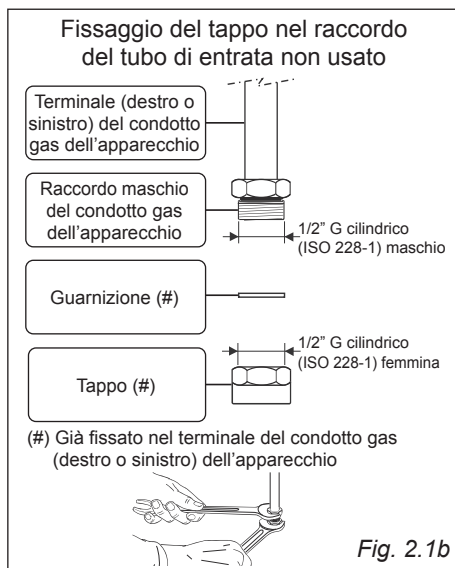

Fig. 2.1b
- Il terminale non utilizzato del condotto gas dell'apparecchio deve essere chiuso con il tappo interponendo la guarnizione di tenuta (fig. 2.1b).